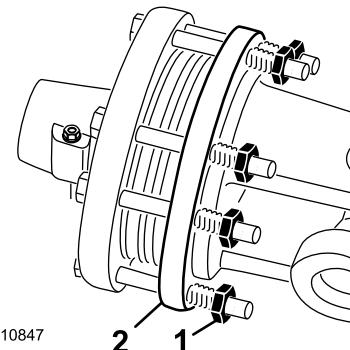

Bild 50
1. Drehen Sie am Ende der Saison die Kupplungsmuttern um zwei Umdrehungen heraus (Bild 50)